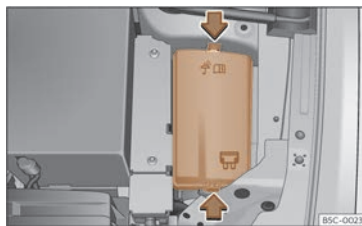

Fig. 220 Dans le compartiment moteur : cache du boîtier de fusibles.
- Appuyez sur les languettes de verrouillage pour déverrouiller le cache du boîtier à fusibles >>> fig. 220.